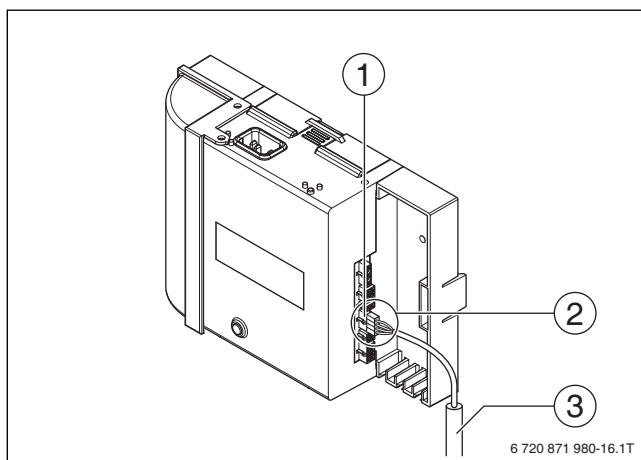

Рис. 53 Демонтаж кабеля ионизации от автомата управления горелкой
- ▶ Отсоедините контрольный кабель ионизации (желтый для природного газа, зеленый для сжиженного газа)(→ Рис. 53, [3]) от автомата управления горелкой, для этого нажмите на язычок (→ Рис. 53, [1]) коннектора (→ Рис. 53, [2]) и потяните.